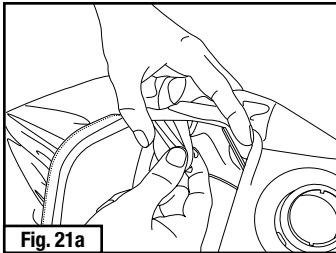
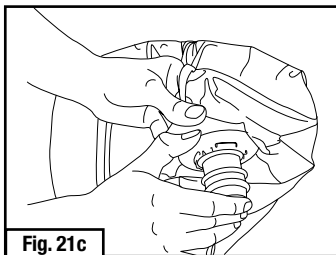

Fig. 21a
Fig. 21c
Elimine el producto de acuerdo con las regulaciones locales. Los componentes de plástico integrados (arnés para la cabeza y entrada de aire) de la serie S-133, S-433 y S-533 pueden quitarse para su eliminación (Fig. 21a, 21b, 21c). Puede quitar las entradas de aire plásticas S-103 y S-403 (Fig. 21c).
- Libere los broches de presión que fijan el sello facial al arnés integrado para la cabeza y quítelo del sello facial de tela (Fig. 21a).
- Quite la entrada de aire al desprenderla de la tela de la parte superior; es posible que para esto requiera alguna herramienta (Fig. 21c).